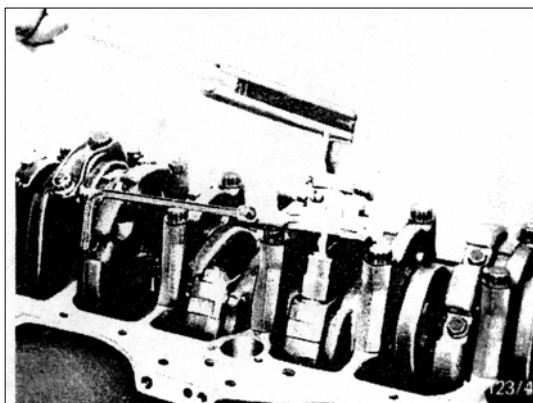

РИС. 40
12) Поверните коленчатый вал и приведите любую пару поршней в НМТ. Закрутите болты крепления этой пары при помощи динамометрического ключа до начального крутящего момента 10+1 кг·м и далее затягивайте их на 90° – 110°, используя прибор показателя угла 2576 5890 0204. Таким же образом закрепите оставшиеся болты (рис.40).